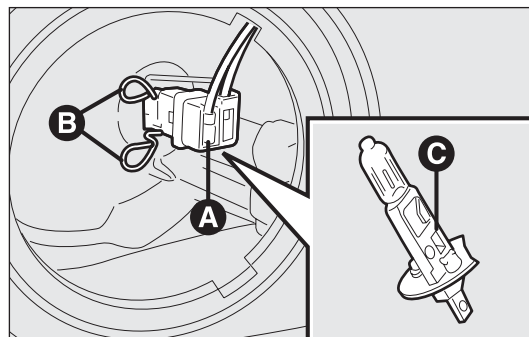

рис. 182
- ☐ отсоедините электрический разъем А – рис. 182;